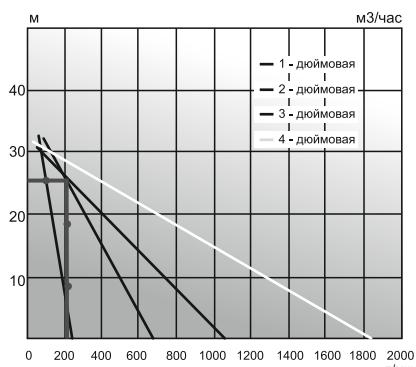

Рис. 4
4. На графике зависимости высоты подъема от производительности мотопомпы (Рис.4) находим величину расхода, она составляет примерно 200 л.